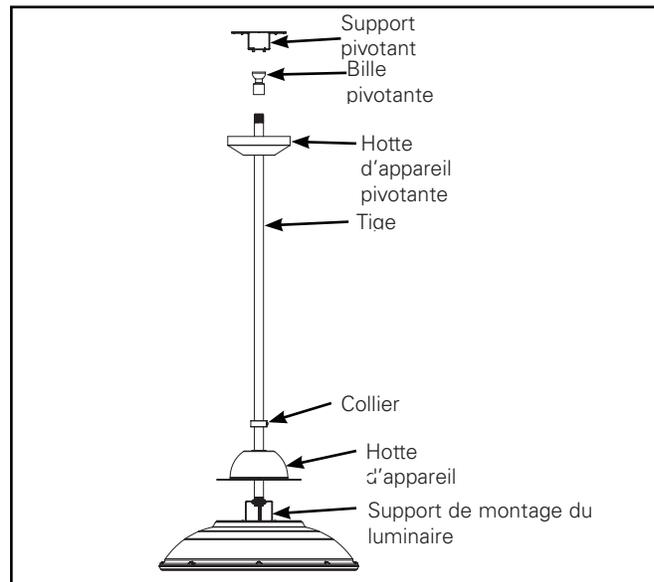

Figure 13. Option de montage suspendu décoratif
- Placer la hotte d'appareil, le collier et la hotte d'appareil pivotante sur la tige (Figure 13).